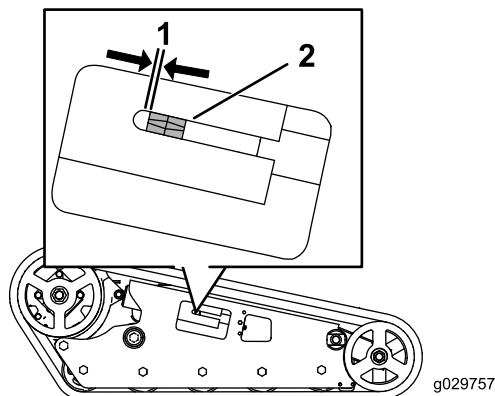

Figura 52
Il dado di tensione deve essere a distanza di 0,64 cm dalla tangente della scanalatura del tubo di tensione (Figura 52). In caso contrario, regolate la tensione dei cingoli eseguendo la procedura di seguito riportata:
4. Utilizzando una chiave a tubo da 1/2 poll., girate la vite di tensione in senso antiorario fino a portare la distanza tra il dado di tensione e la parte posteriore del tubo di tensione a 0,64 cm, come illustrato nella Figura 52.
10. Girate la vite di tensione in senso antiorario fino a portare la distanza tra il dado di tensione e la parte posteriore del tubo di tensione (Figura 52) a 0,64 cm.